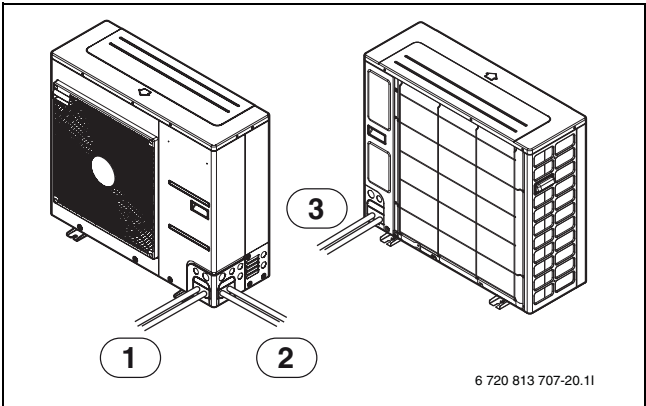

Рис. 21
- Трубы можно подключать в четырёх направлениях. Возможные направления показаны на рисунке (→ рис. 21 и 22).